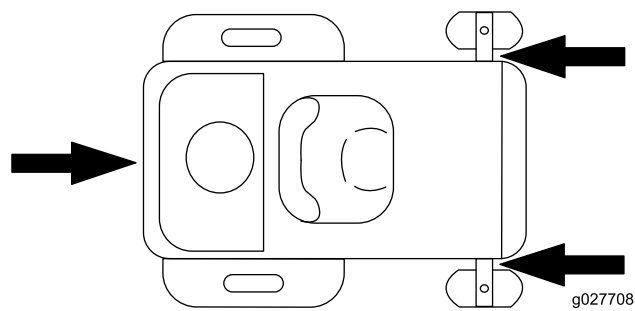

Figura 19
5. Prenda a máquina perto das rodas giratórias frontais e pára-choques traseiro (Figura 19).